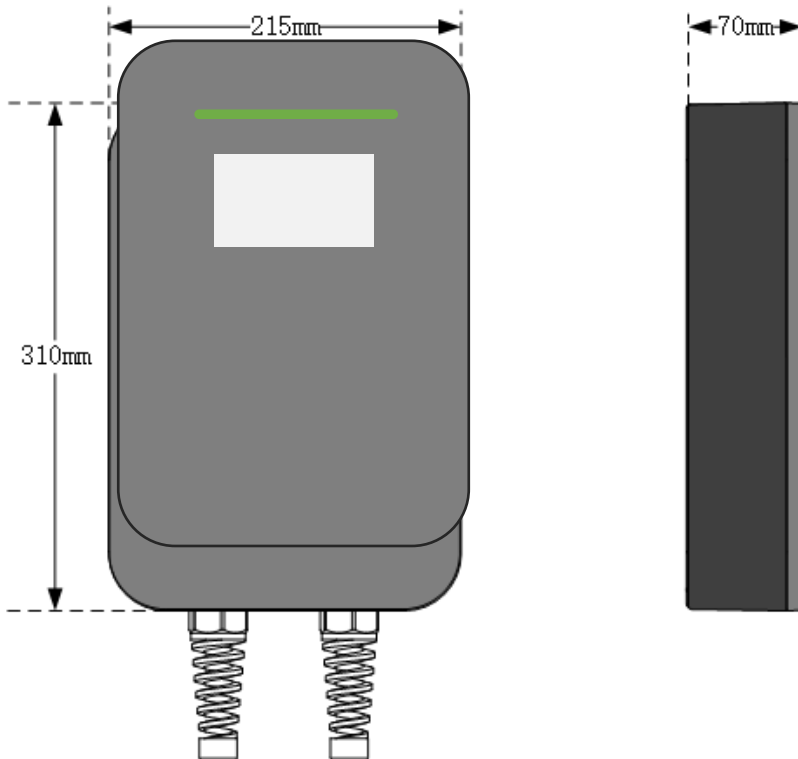

Figura 4-1 Forma y dimensiones de la serie OX1+
- La forma y las dimensiones de la estación de carga de CA para vehículos eléctricos se muestran en la figura 4-1.